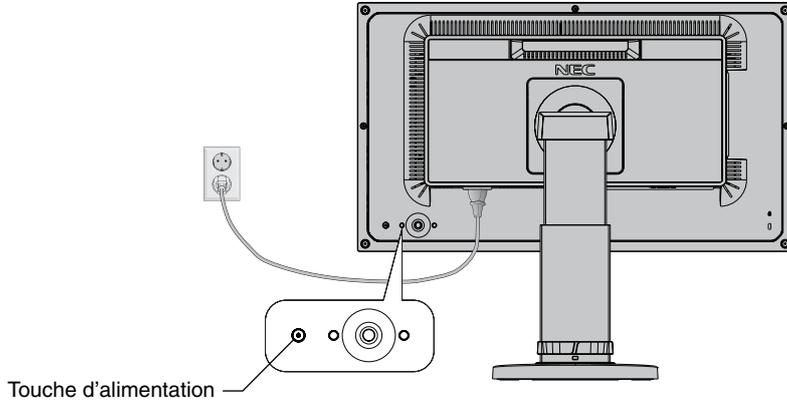

Figure E.1
9. Allumez l'ordinateur, ainsi que le moniteur en appuyant sur le bouton d'alimentation situé à l'arrière (**Figure E.1**).